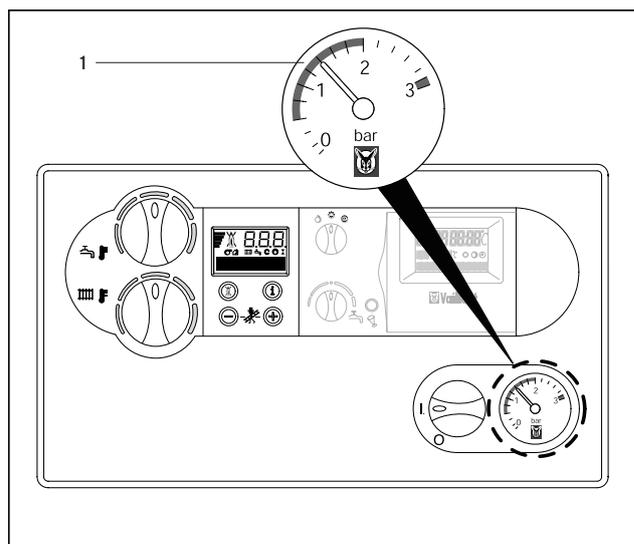

Fig. 3.14 Riempimento della caldaia/dell'impianto di riscaldamento
Per un perfetto funzionamento dell'impianto di riscaldamento il manometro (1) deve indicare ad impianto freddo un valore compreso tra 1,0 e 2,0 bar di pressione di riempimento (fig. 3.14). Se il valore risulta inferiore a 0,75 bar, rabboccare con acqua.